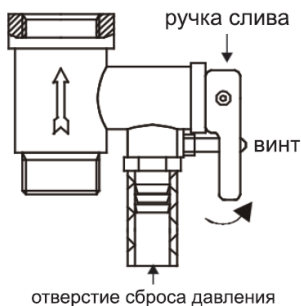

Рисунок 5
4. На входной патрубке, обозначенный голубым цветом и стрелкой направления течения воды, накрутите предохранительный клапан так, чтобы течение воды совпадало с направлением стрелки на корпусе клапана. На отверстие сброса давления предохранительного клапана (см. рисунок 5) оденьте дренажную трубку* для отвода воды (возможно появление при нагревании) в канализацию (трубку необходимо направить строго вниз, запрещено перегибать её).
6. Чтобы слить воду из внутреннего резервуара необходимо, воспользоваться предохранительным клапаном: открутить винт ручки слива предохранительного клапана и перевести ручку слива в верхнее положение, при этом кран выхода горячей воды должен быть открыт, а кран подачи холодной воды в водонагреватель должен быть перекрыт (см. рисунок 5). Из отверстия сброса давления предохранительного клапана потечет вода. Никогда не сливайте воду, если ее температура выше 50°C, т. к. это может привести к ожогам.